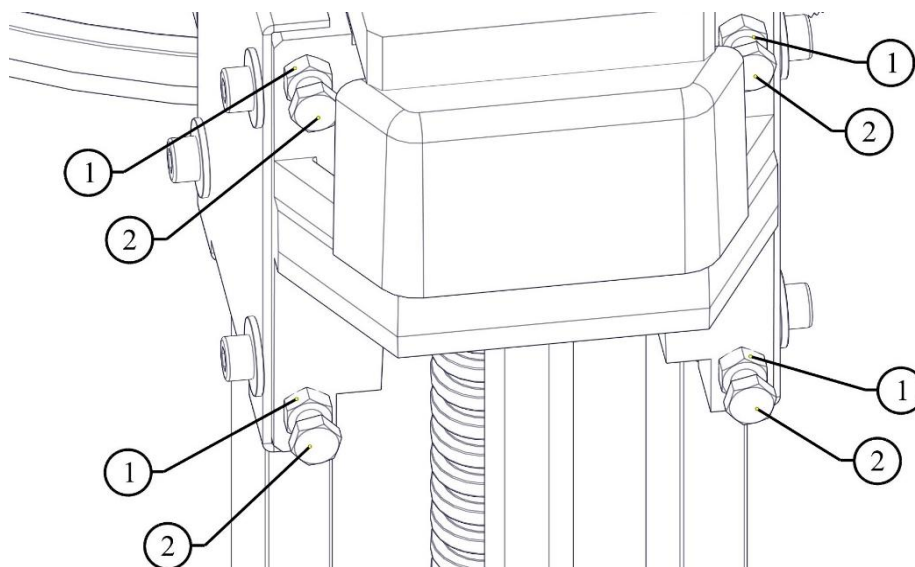
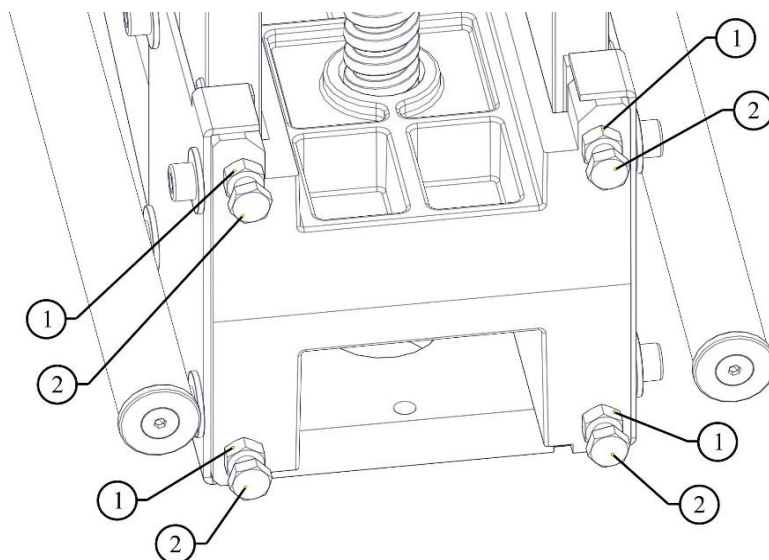

Figura 20: Regolazione braccio superiore
Figura 21: Regolazione braccio inferiore
- Allentare i dadi (indicati con 1 in Figura 20 e Figura 21) con l'apposita chiave in dotazione;
- Serrare le viti (indicate con 2 in Figura 20 e Figura 21) **MANUALMENTE** fino ad annullare il gioco verticale tra braccio e guida;